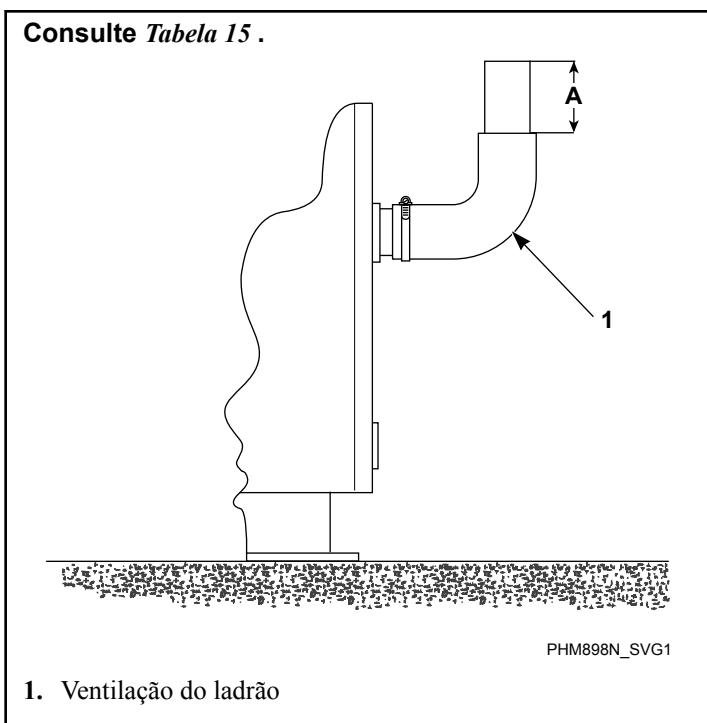

Figura 16
2. Para construir uma extensão na ventilação do ladrão, prenda uma seção do tubo de drenagem ao ladrão, voltada para cima, que não ultrapasse a altura recomendada acima da borda do cotovelo da tubulação do ladrão. Consulte *Figura 16* e *Tabela 15*.